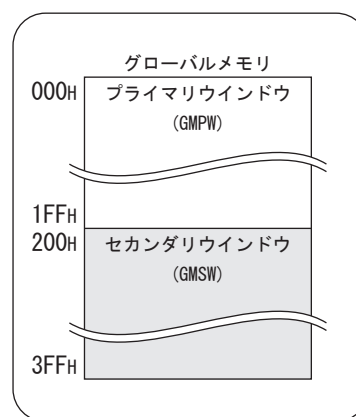

図 4.10 セカンダリウインドウ
MKY40 のメモリマップに示されるアドレス“200H～3FFH”は、“グローバルメモリセカンダリウインドウ”(GMSW: Global Memory Secondary Window)と呼ばれ、ユーザ CPU からグローバルメモリ (GM) へアクセスするための窓口です (図 4.10 参照)。